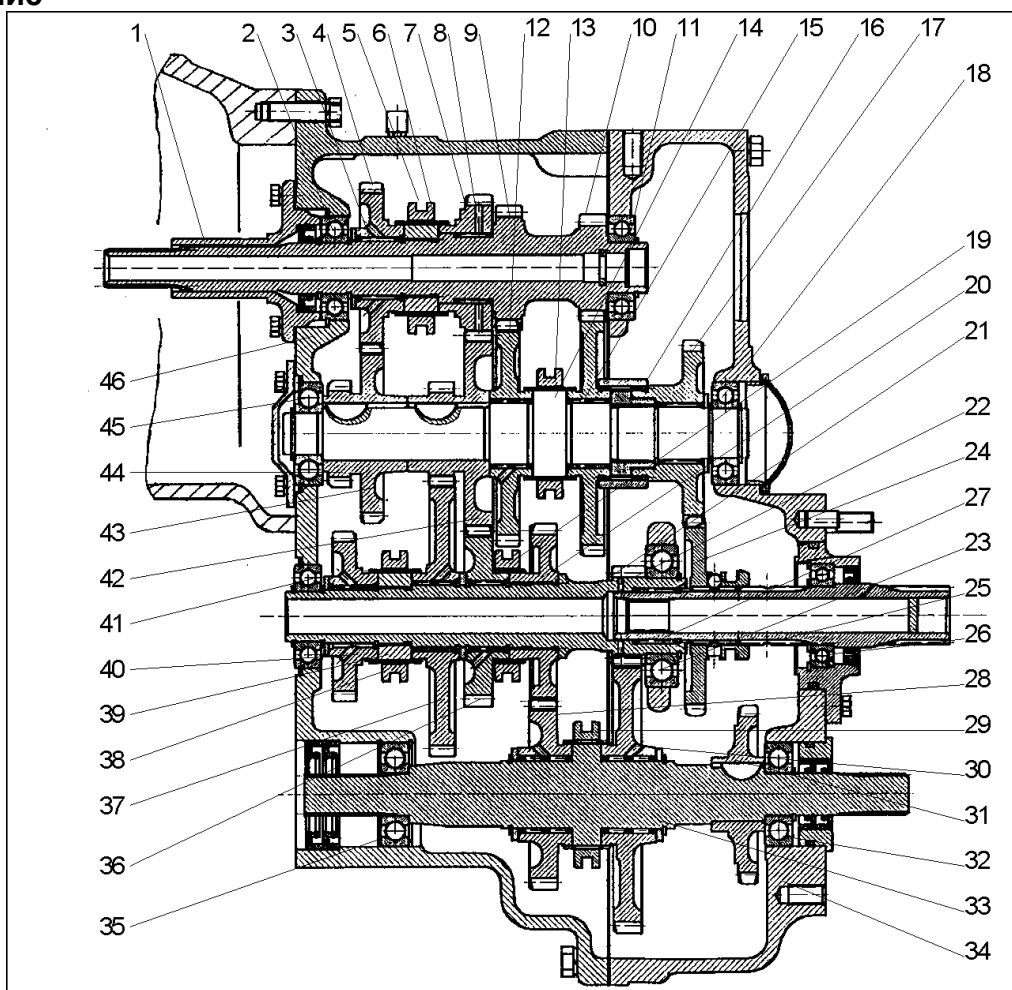

Рис. F-20. Коробка передач.
8. КОРОБКА ПЕРЕДАЧ (рис. F-20)
Переключение скоростей I, II, III, IV происходит при помощи рычага 10 (рис. F-21), который воздействует на движки 7, 8 и дальше на замонтированные на них при помощи винта вилки 6, 9, перемещая зубчатые муфты 6, 13 (рис. F-20) расположенные на шлицевых валах 1, 14. Переключение диапазонов скоростей (два передние диапазона и один задний диапазон) происходит при помощи рычага 5 (рис. F-21), который воздействует на движки 2, 4 и дальше на замонтированные на них при помощи винтов вилки, перемещая зубчатые муфты 19, 38 (рис. F-20). Включение I-го переднего диапазона скоростей и заднего диапазона скоростей происходит при помощи зубчатой муфты 38. Включение II-го переднего диапазона скоростей происходит при помощи зубчатой муфты 19.
Переключение привода ВОМ (зависимый, независимый) происходит при помощи рычага 13 (рис. F-21), который воздействуя на зубчатое колесо 24 (рис. F-20), ведет к установлению его в одно из трех возможных положений:
Переключение редуктора скоростей происходит при помощи движка 14 (рис. F-21) с замонтированной на нем вилкой 16, которая перемещает зубчатую муфту 29 (рис. F-20), включая повышающее (левое положение зубчатой муфты) или понижающее положение редуктора.